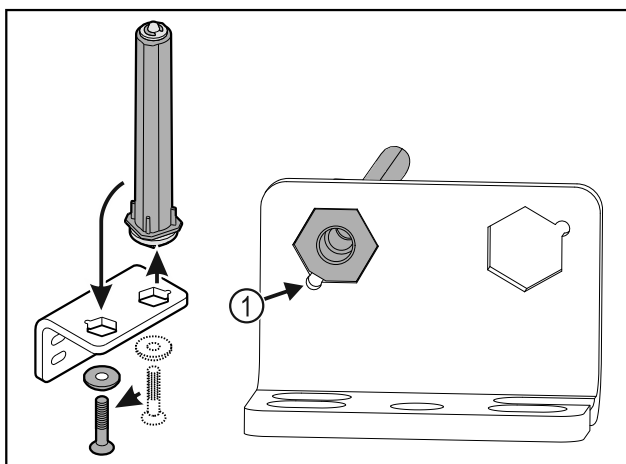

Fig. 40
- ▶ Vær derved opmærksom på, at boltens affasning Fig. 40 (1) peger mod det runde hul under isætningen.